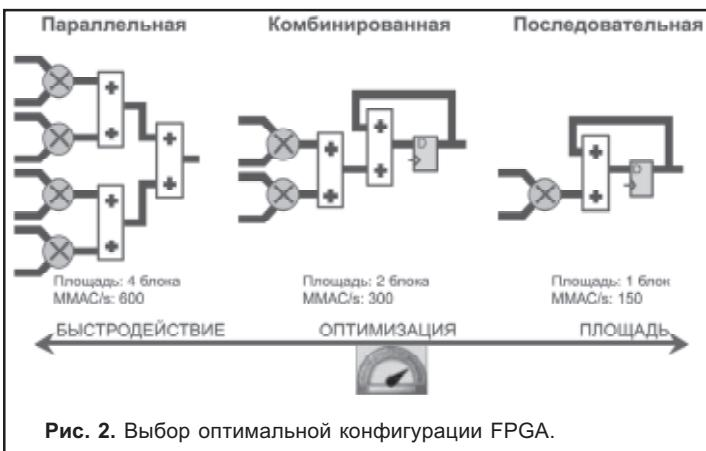

Рис. 2. Выбор оптимальной конфигурации FPGA.
- поскольку ПЛИС структуры FPGA является полностью конфигурируемым аппаратным обеспечением, разработчик имеет возможность гибко использовать только необходимые требуемые алгоритмом ресурсы (см. рис. 2). Приняв второй путь, разработчик может с оптимизировать архитектуру аппаратного обеспечения к идеальному алгоритму. На рис. 2. показаны различные пути реализации умножителя с накоплением. Используя четыре встроенных в ПЛИС структуры FPGA умножителя мы можем получить максимальное быстродействие. Альтернативно, разработчик может сэкономить ресурсы кристалла, и реализовать ту же самую функцию при более низком быст-
родействии, использовав один умножитель, один аккумулятор и один регистр; или же разработчик может использовать компромиссное решение (рис. 2).